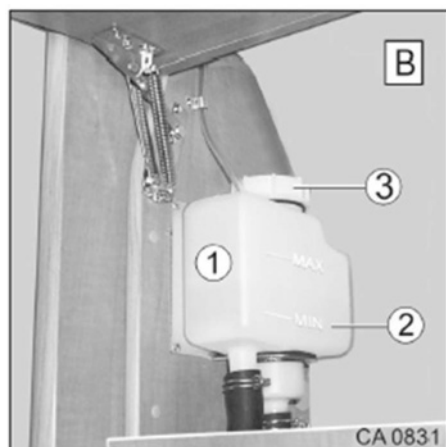

Fig. 169 Vase d'expansion
1. Tourner le raccord vissé sur le vase d'expansion (Fig. 169/3) dans le sens anti-horaire.
2. Verser le mélange de glycol dans le récipient (Fig. 169/1).
Le niveau de remplissage (à une température ambiante de 20 °C) doit se situer environ un centimètre au-dessus du repère Min. (Fig. 169/2).